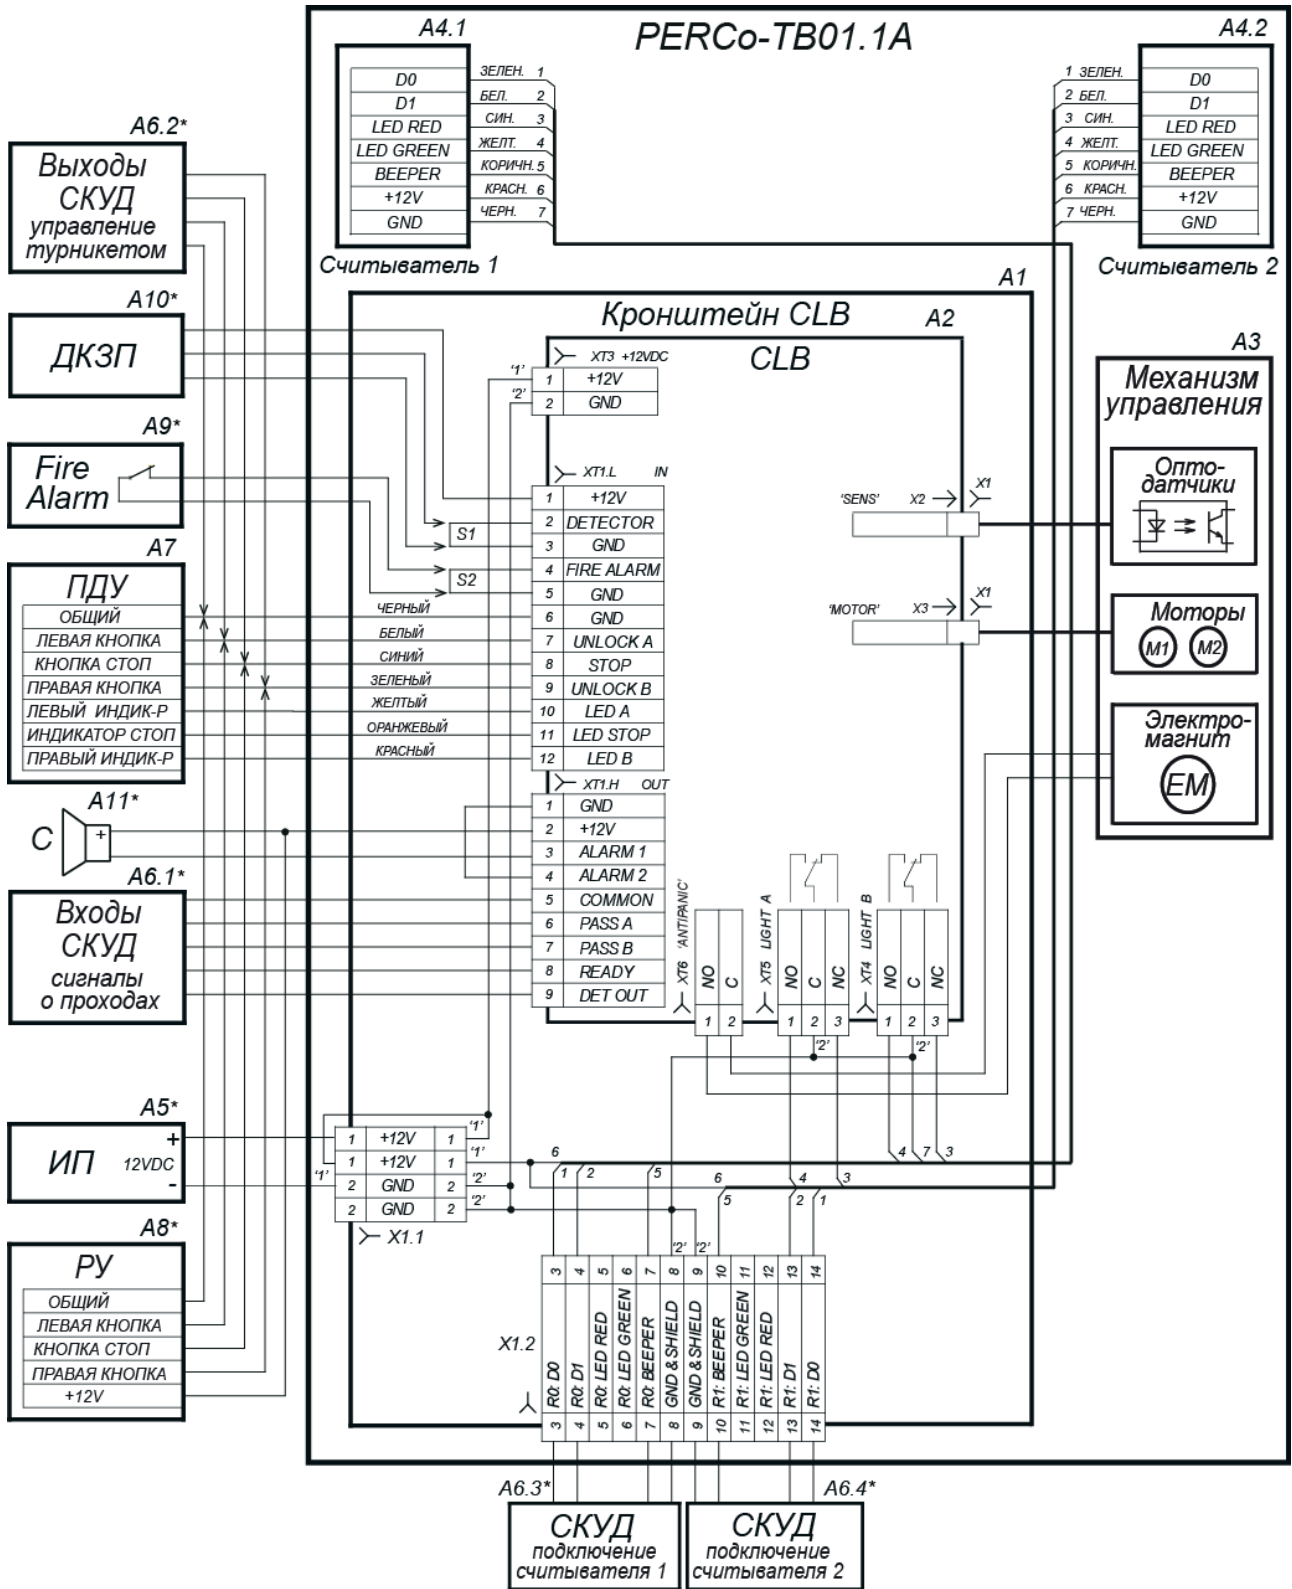
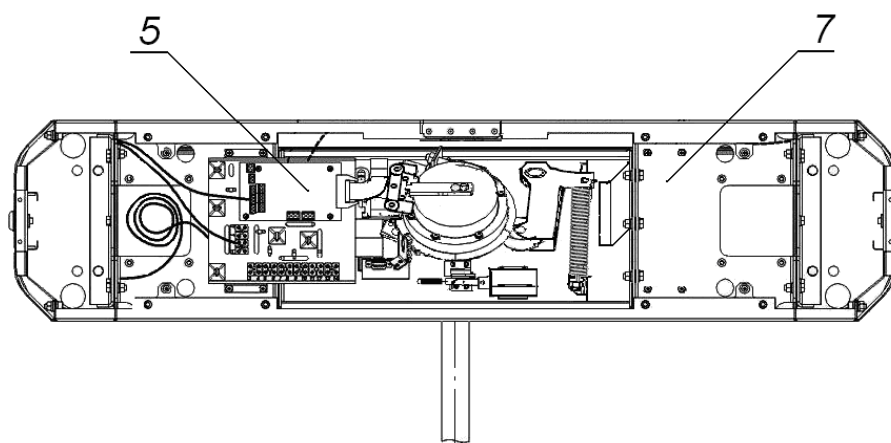
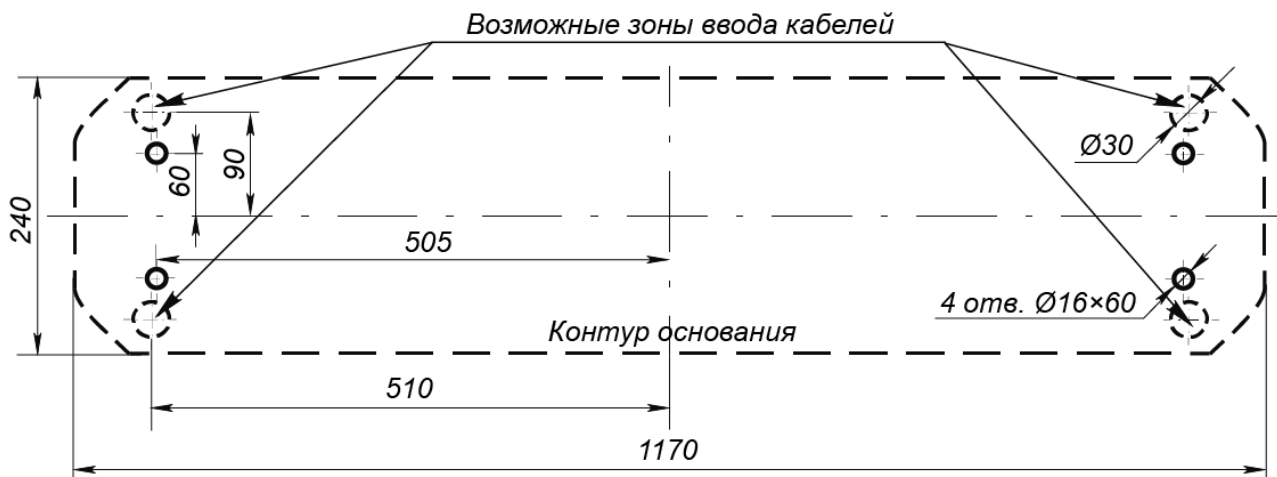

Рисунок 11. Схема электрических соединений турникета¹
Рисунок 12. Схема прокладки кабелей в стойке турникета
Рисунок 13. Схема разметки для установки стойки турникета
Турникет имеет маркировку в виде этикетки и наклейки. Этикетка расположена внутри на задней стенке стойки. На этикетку нанесены: товарный знак, контактные данные предприятия изготовителя, год, месяц изготовления, напряжение питания, потребляемая мощность. Наклейка находится на внутренней поверхности крышки (3). На наклейке изображена общая схема соединений турникета аналогичная приведенной на рис. 11. Для доступа к этикетке и наклейке необходимо снять крышку (3).
3. Подготовьте в полу отверстия под гильзы анкеров для крепления стойки турникета (см. рис. 13). При необходимости прокладки кабелей под поверхностью пола подготовьте в полу кабельный канал, подходящий к зоне ввода этих кабелей в стойку турникета. Установку и крепление стойки производите после прокладки всех кабелей в кабельном канале и внутри стойки. Прокладка кабелей внутри стойки показана на рис. 12.
5. Демонтируйте заглушки стойки (7), открыв ключом замки (8). Установите стойку турникета на гильзы анкеров и закрепите ее болтами *M10*.
6. Снимите крышку турникета (3), отвернув ключом установочный винт (14) (см. разд. 6).
7. Подключите кабель питания (11) к клеммной колодке **X1.1** (см. рис. 11).
9. Подключите при необходимости кабели от других устройств к соответствующим клеммным колодкам платы управления (см. рис. 5 и рис. 11).
12. После подключения всех кабелей и крепления стойки к полу установите на место крышку (3) (см. разд. 6), заглушки стоек (7) в порядке, обратном снятию.
Конструкцией турникета предусмотрена возможность установки платы контроллера СКУД внутрь корпуса турникета. Установка платы осуществляется на кронштейн (7, рис. 12). Максимальный допустимый размер устанавливаемой платы контроллера 160×150×35 мм.
Подключение контроллера к плате управления турникета производится в соответствии с рис. 11.
Передача данных от считывателей осуществляется по интерфейсу *Wiegand*. Подключение считывателей к контроллеру СКУД необходимо производить экранированным кабелем в соответствии с рис. 11.
* Линии управления светодиодной индикацией считывателей при производстве подключены к клеммным колодкам **XT4, XT5** платы управления (см. рис. 11). Для осуществления внешнего управления индикацией от контроллера СКУД необходимо отключить синие и желтые провода считывателей от разъемов **XT4, XT5** платы управления, и подключить их к соответствующим контактам выносной клеммной колодки **X1.2**.